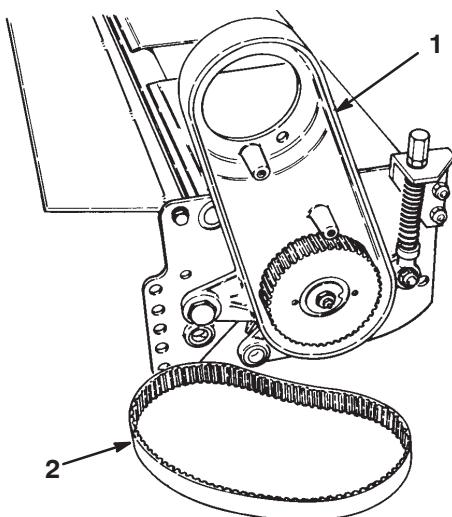

Bild 30
4. Nehmen Sie die konische Mutter von der Ansatzschraube ab, mit der das Lagergehäuse an der Seitenplatte befestigt ist, nehmen Sie die Belleville-Scheibe und die Schraube ab, und schieben Sie das Lagergehäuse von der Spindelwelle (Bild 30).
5. Nehmen Sie die Abdeckung vom Antriebsgehäuse ab und entfernen Sie den Treibriemen vom Gehäuse (Bild 30).